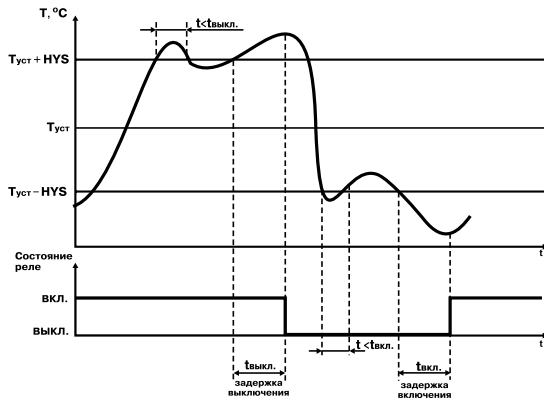

Рис. 7
3.1.5.1.2. Для ЛУ, работающих в режиме двухпозиционного регулирования, может быть задано время задержки включения и время задержки выключения (**рис. 7**).